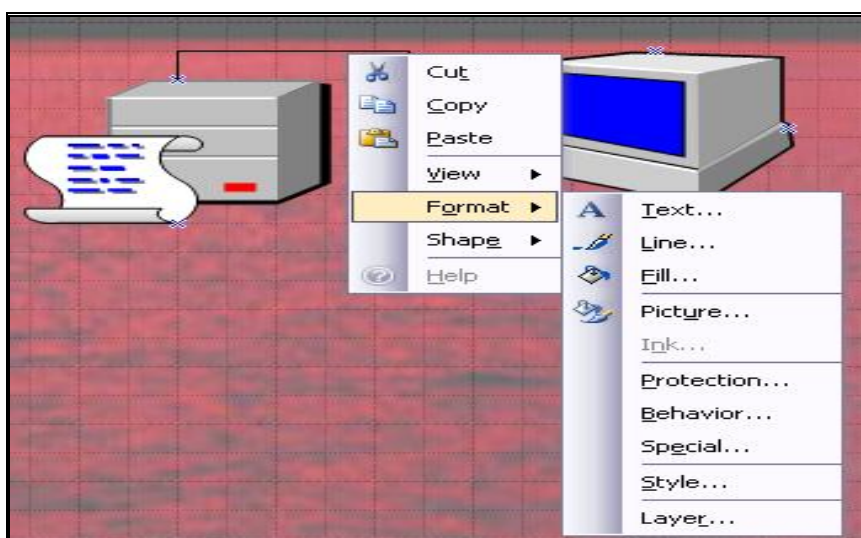

Рис. 56. Форматирование линий соединений фигур
16. Выполнить настройки линий соединений, используя контекстное меню – рисунок 56. (команды **Format – Line**).